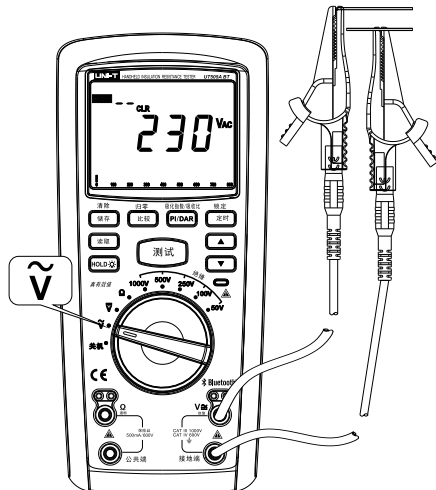

图4
1、交流电压测量（见图4）
- ① 将红色表笔插入“V \approx ”插孔（红色孔），黑色表笔插入“接地端”插孔（黑色孔）。
- ② 将转盘开关旋转至“ \tilde{V} ”档位，并将表笔并联到待测电源或者负载两端上。
- ③ 从显示屏上即可读出当前的交流电压测量值。
- ④ 在测量过程中如果想保存测量电压值只需按下“储存”按钮即可保存。